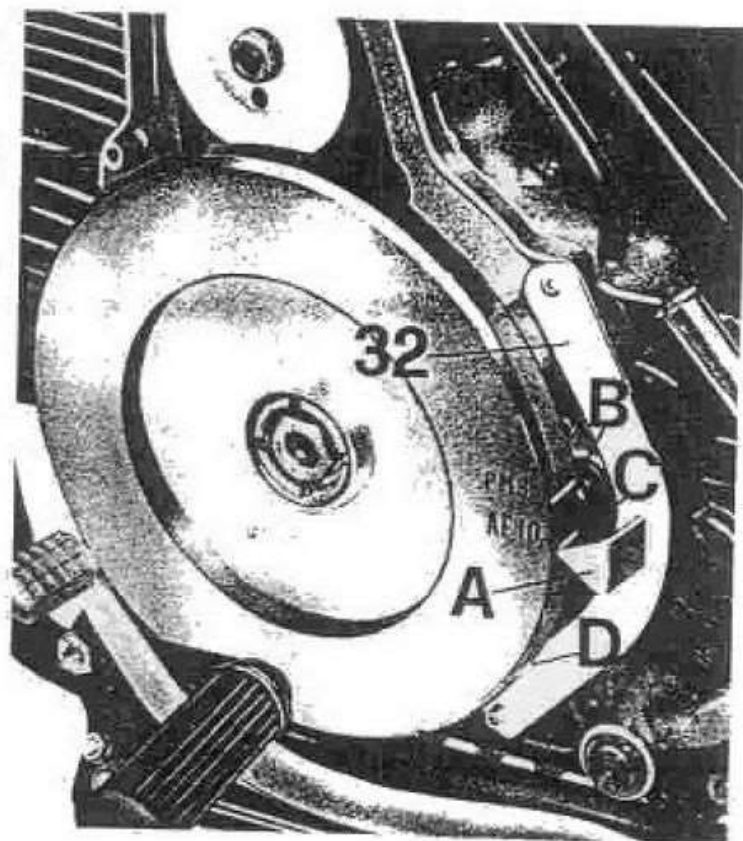

Fig. 113/1
- montare a mezzo viti sul coperchio interno del basamento lato volano l'attrezzo numero 10915500 (32 di fig. 113/1);